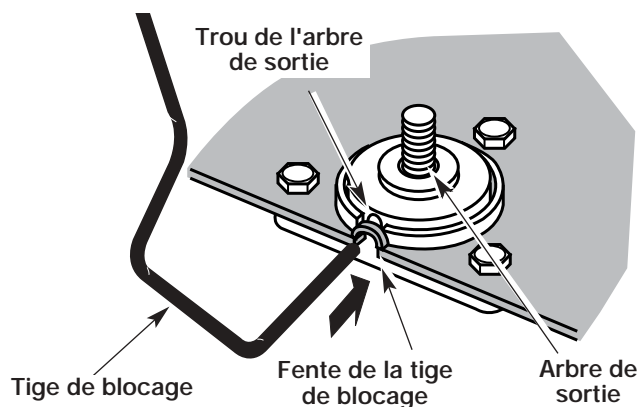

Fig. 29
1. Alignez le trou de l'arbre de sortie avec la fente de la tige de blocage. Insérez la tige de blocage à travers la fente et dans le trou de l'arbre de sortie (Fig. 29).